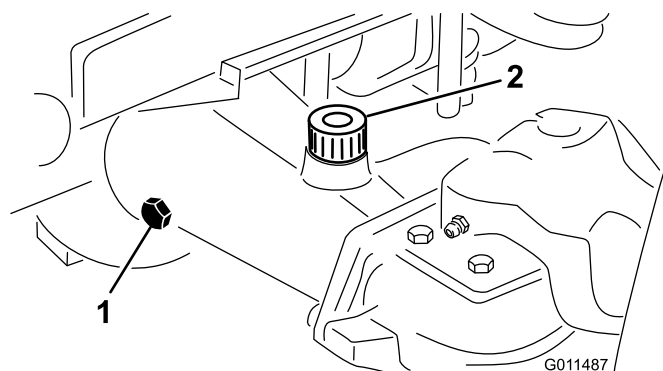

Figura 64
2. Retire o tampão de verificação que se encontra numa das extremidades do eixo e certifique-se de que existe lubrificante até ao fundo do orifício (Figura 64).